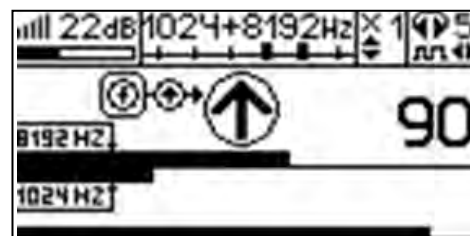

Рис.8.3
3. Включить приемник. В «Стартовом окне» следует выбрать вид принимаемого сигнала – «двухчастотный». После запуска измерения кнопкой  появится окно «направление сигнала» (рис.8.3).